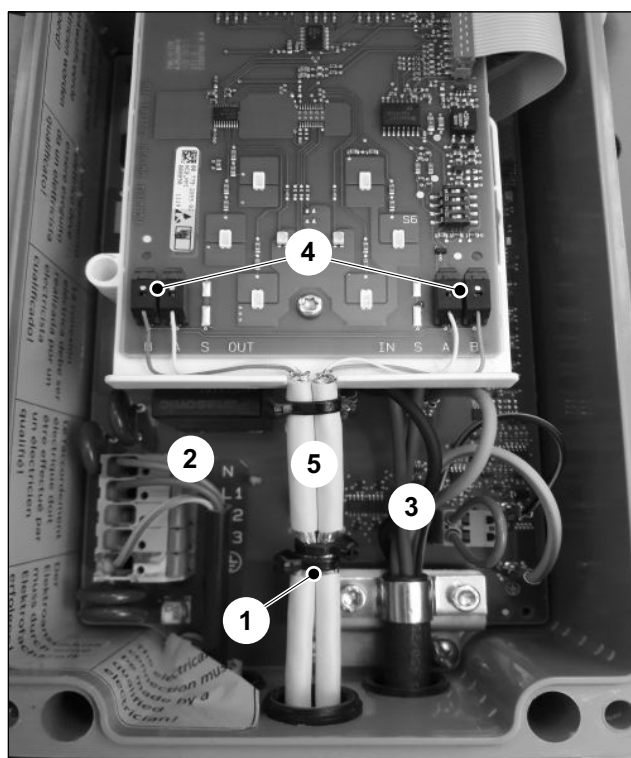

Abb. 10 Leitungsführung bei Line-Verdrahtung
Zu allen anderen Wallboxen sind jeweils zwei Busleitungen geführt "IN" und "OUT" (Abb. 10).
Die Einzeladern der Spannungsversorgung (Abb. 10/2) und des Ladekabels (Abb. 10/3) sollten in größtmöglichen Abstand zu den Busleitungen verlegt sein.
3. Befestigen Sie die freigelegten Schirme mit Hilfe von einem oder zwei Kabelbinder/n an der Schirmauflage (Abb. 10/1).
4. Isolieren Sie jeweils zwei Einzeladern ca. 8 mm ab und schließen diese an den entsprechenden Klemmen (Abb. 10/4) an.
Die Busleitungen müssen zwischen Schirmauflage und Anschlussplatine (Abb. 10/5) ummantelt ausgeführt sein.